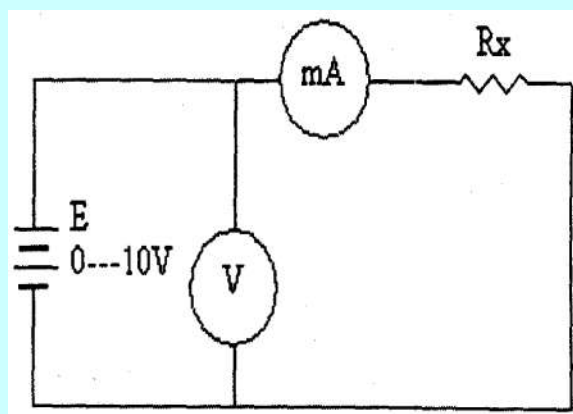
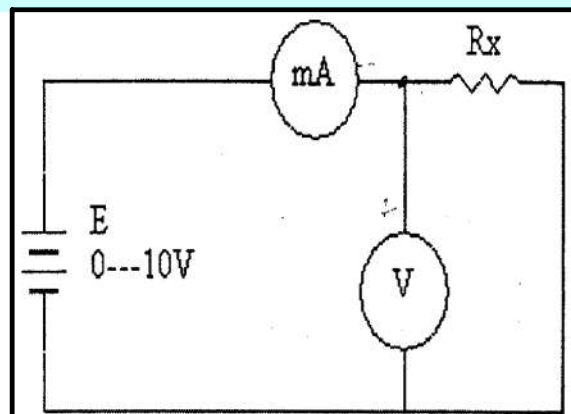

图1电流表内接
图2电流表外接
1. 根据图1和图2连接好电路(即内接和外接两种方法)。金属膜电阻 R_x 为 $240\ \Omega$ ，每改变一次电压 V ，读出相应的 I 值，并填入表中，分别作出伏安特性曲线，再从曲线上求得电阻值。